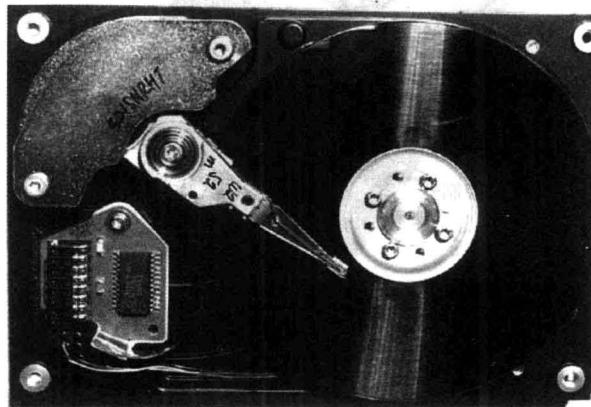

图 1-6 磁头组件
(4) 盘片。盘片是硬盘的核心组件之一，不同的硬盘可能有不同的盘片数量。盘片是在铝合金或玻璃基底上涂敷很薄的磁性材料、保护材料和润滑材料等多种不同功能的材料层加工而成的，其中磁性材料的物理性能和磁层结构直接影响着数据的存储密度和所存储数据的稳定性。所有数据都是存储在盘片上的，为了提高存储密度，防止超顺磁效应①的发生，各相关机构进行了大量的研究工作，不断改进磁层的物理性能和磁层结构。磁记录层的记录方式也由以前的纵向磁记录发展到现在的垂直磁记录。
(5) 磁头。磁头也是硬盘的核心组件(见图1-6)，磁头的性能对硬盘的数据存储密度和内部传输率具有很大的影响。